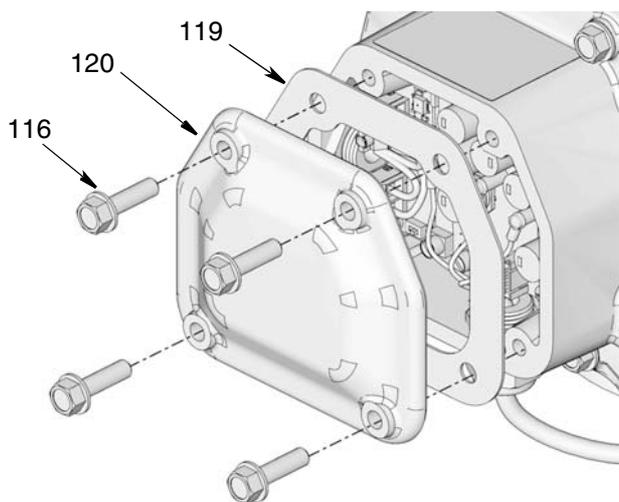

Рис. 63
5. Выкрутите винты (116) из крышки коробки управления двигателем (120) и снимите крышку и прокладку (119) (Рис. 63).